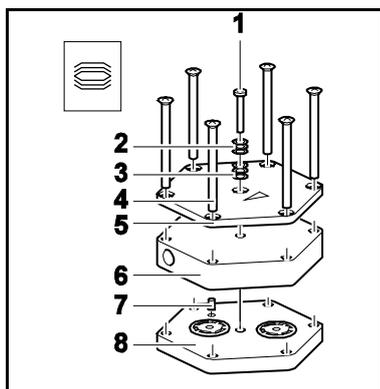

Fig. 9 : Monter la tête de pompe
1. En cas de pompe à deux têtes : Sur le raccordement pneumatique de la tête (3), desserrer les écrous-raccord (2) à la main. Tourner le raccord à visser coudé (1) de la tête de pompe (4) dans le sens inverse des aiguilles d'une montre jusqu'à ce que le tuyau de raccordement puisse être retiré.
2. Repérer la plaque supérieure (Fig. 9/5), le couvercle de tête (Fig. 9/6), la culasse (Fig. 9/8) et le support de membrane d'un trait continu au feutre (dans le cas des pompes à deux têtes : sur les deux têtes de pompe). Cela évite ainsi un montage erroné ultérieur des pièces.
3. Enlever les vis extérieures (5) de la/des tête(s) de pompe/des têtes de pompe.
2. Mettre en place la culasse (8) avec les plaques soupapes/joints sur le logement selon le trait au feutre.
3. Mettre en place le couvercle de tête (6) sur la culasse (8) selon le goujon d'assemblage (7).
4. Placer la plaque supérieure (5) sur le couvercle de tête (6) selon le trait au feutre.
5. Serrer les vis (4) en quinconce.
6. Mettre en place la/les vis (1) au milieu de la plaque supérieure (5) avec les rondelles Belleville (2, 3). Veiller alors à ce que les rondelles Belleville soient correctement disposées (voir Fig. 9).
7. Serrer la/les vis (1) jusqu'à ce que la tête de vis soit au ras de la surface. Fixer la/les vis avec un demi-tour supplémentaire.